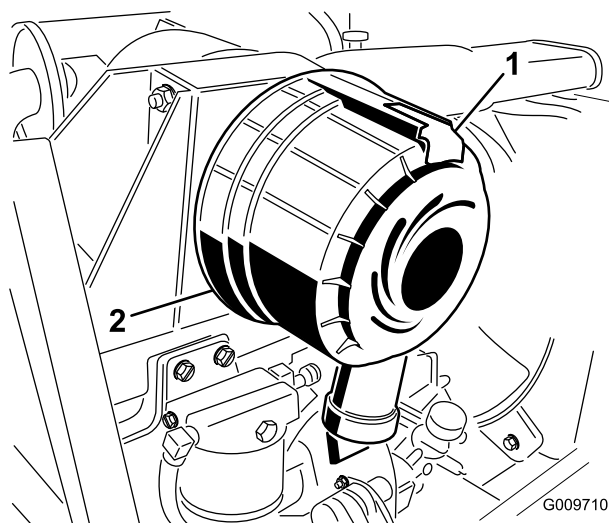

Figura 26
1. Tirate il fermo verso l'esterno e ruotate il coperchio del filtro in senso antiorario (Figura 26).